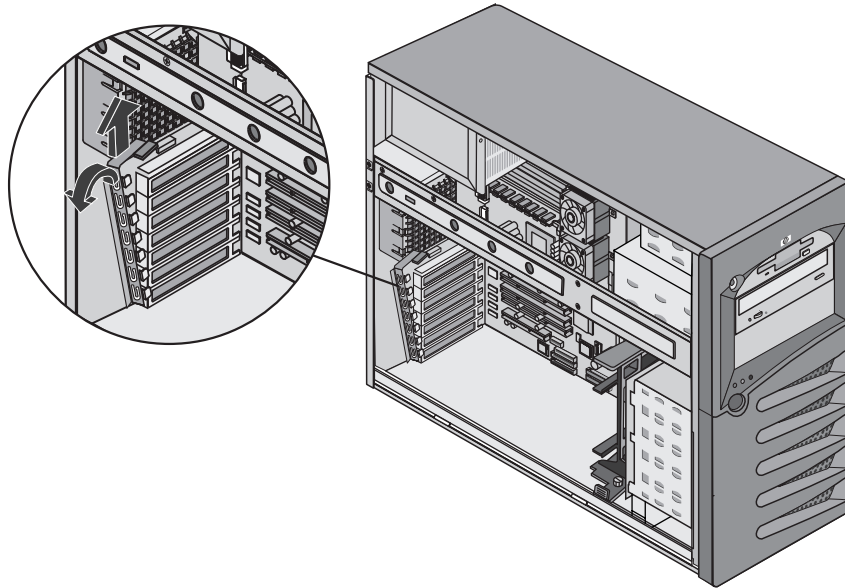

Abbildung 2-20: Entfernen des I/O-Sperrriegels
6. Entfernen Sie den I/O-Sperrriegel (siehe Abbildung 2-20).